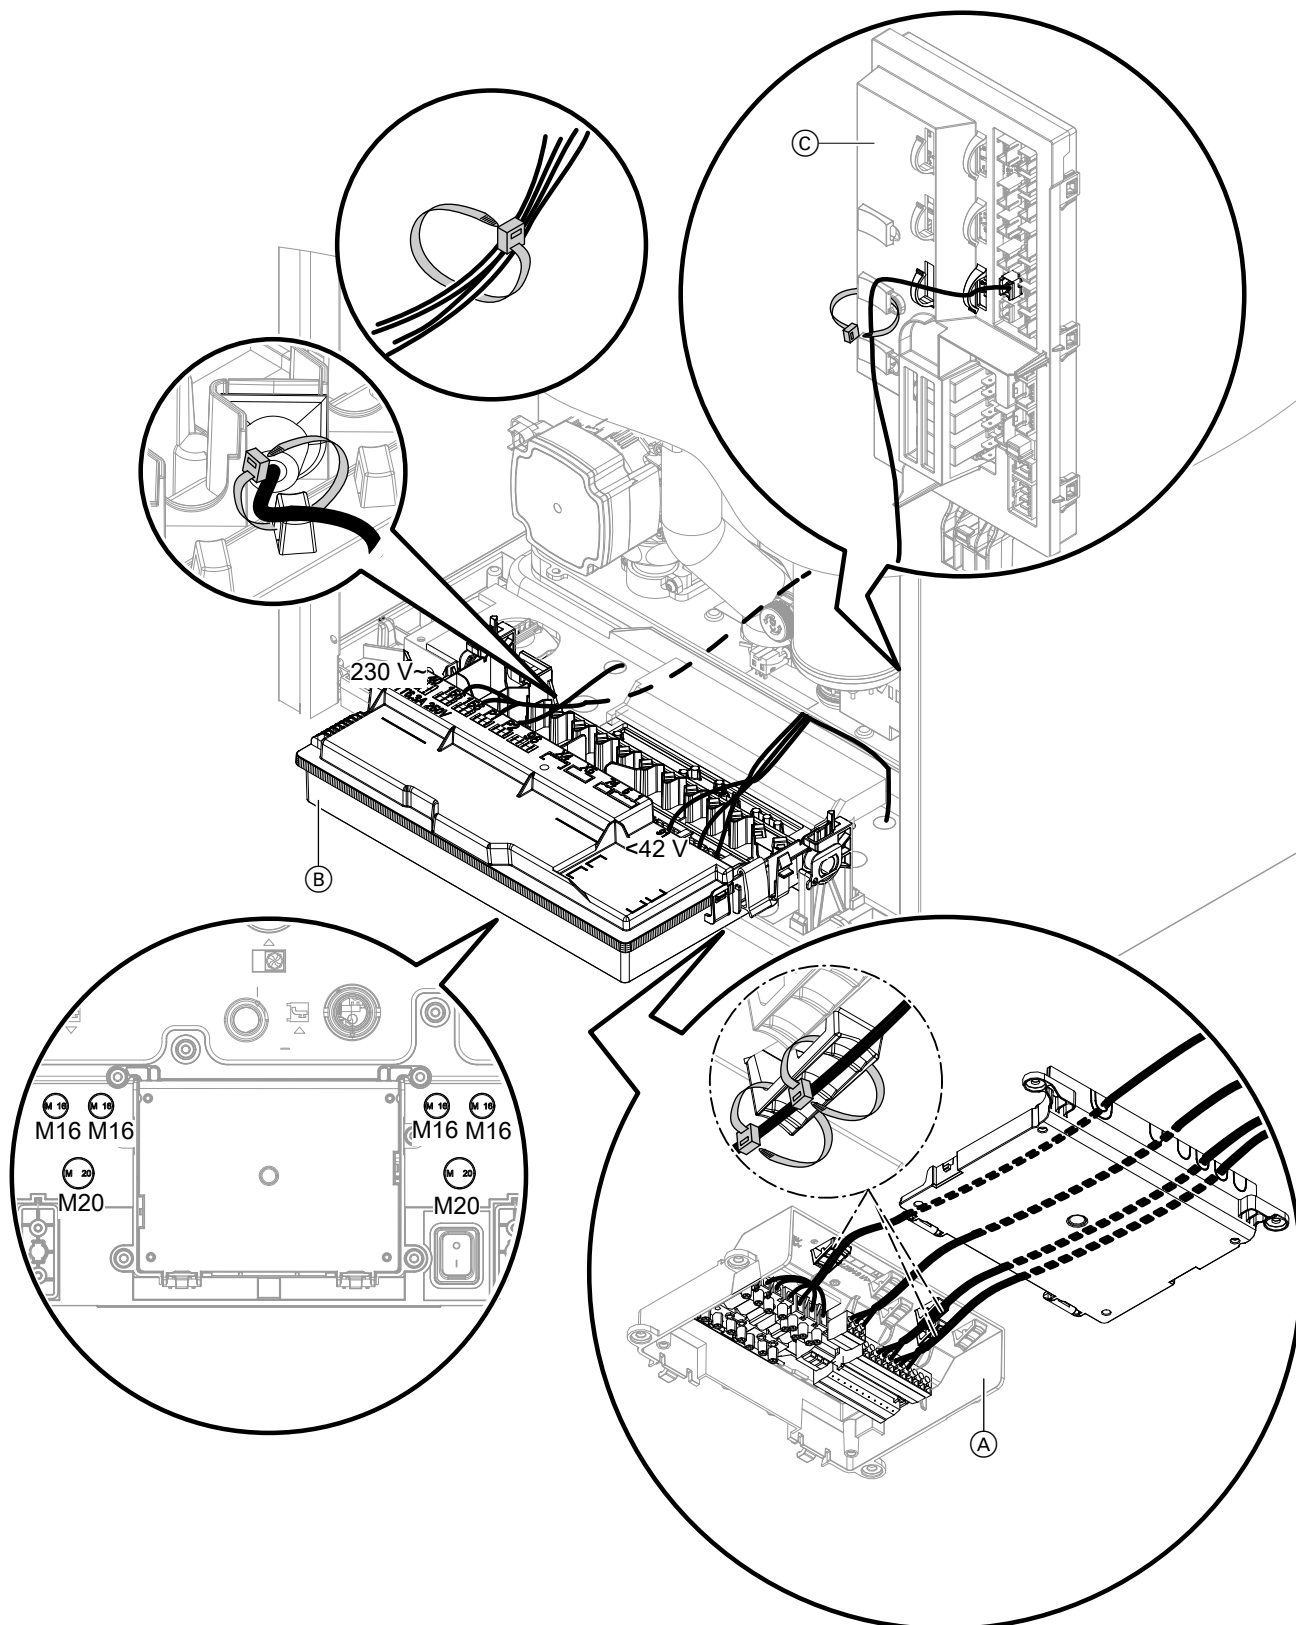

Abb. 52
- Alle Leitungen im Anschlusskasten 230 V~ mit 2 Kabelbindern zugentlasten: Siehe Abb. 52.